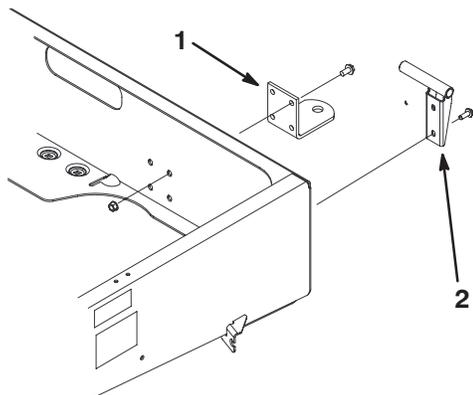

Figura 7
2. Monte o apoio da articulação da mão esquerda no canto esquerdo traseiro do chassis com 2 parafusos de cabeça flangeada (3/8 x 1 pol.). Coloque o apoio como se mostra na Figura 7.